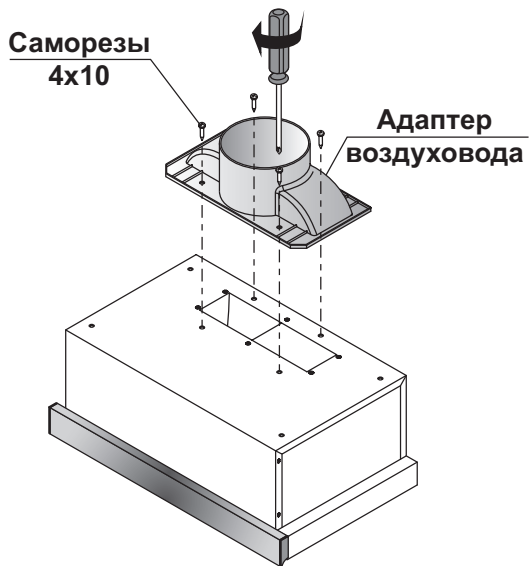

Рис. 3
1. При помощи саморезов 4x10 из монтажного комплекта и отвертки закрепите адаптер воздуховода и, при необходимости, планку крепежную на корпусе вытяжки. (Рис. 3)